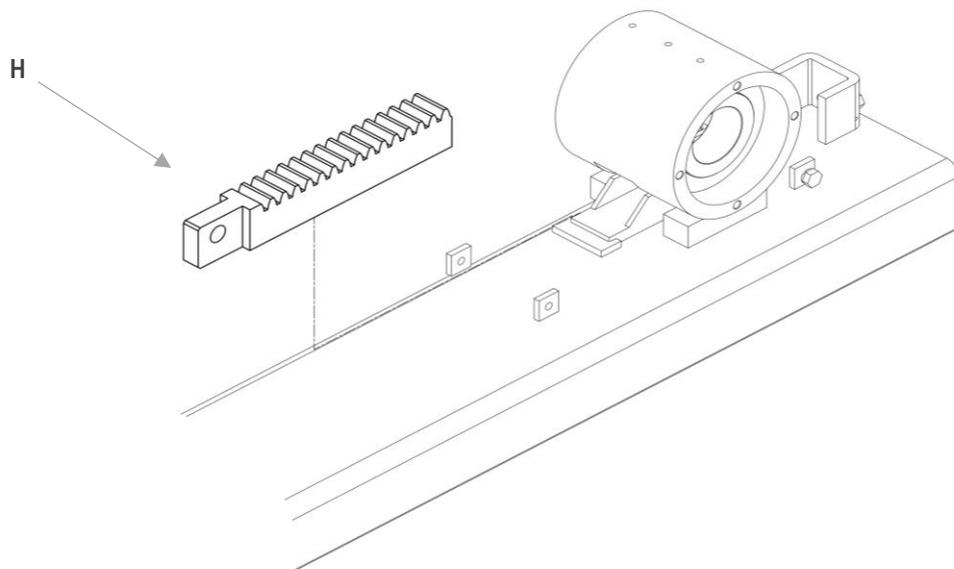

Abbildung 45
4. Nach der Durchführung der oben beschriebenen Tätigkeiten liegt die Zahnstange **H** frei, um zur Hinterseite des Hemmschuhs herausgezogen werden zu können (siehe Abbildung 45)